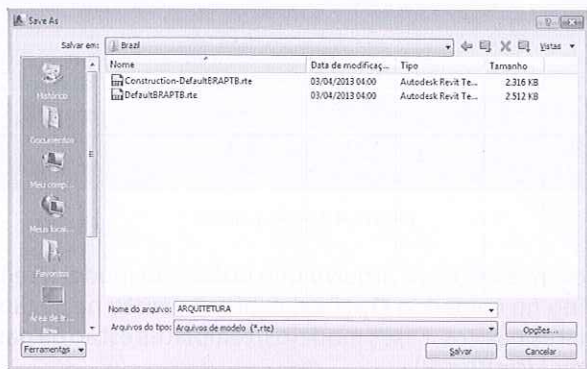

Figura 4.3 – Criação do modelo/template ARQUITETURA.
- Dê um nome ao modelo e verifique se o tipo de arquivo está marcado como RTE. Procure gravar na pasta *C:\ProgramData\Autodesk\RAC2016\Templates\Brazil* junto com os outros modelos/templates já instalados (Figura 4.3).